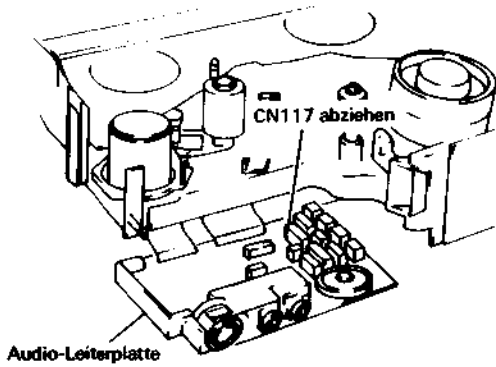

Abb. 2.67 Ausbau des Bandlaufwerk-Statusschalters
Ausbau des Bandlaufwerk-Statusschalters (Abb. 2.67, 2.68)
3. Den Stecker CN117 abziehen (siehe Abb. 2.67).